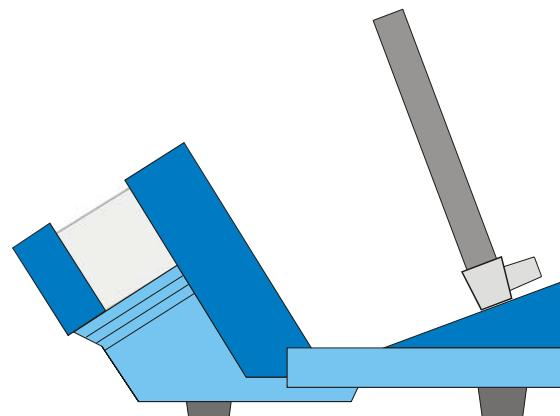

Fig. 2 Aufbau der Spule für axiales Feld
- Spulenfuß von vorne in die Nut einsetzen. Dabei darauf achten, dass die Anschlüsse nach vorne weisen (siehe Fig. 2).